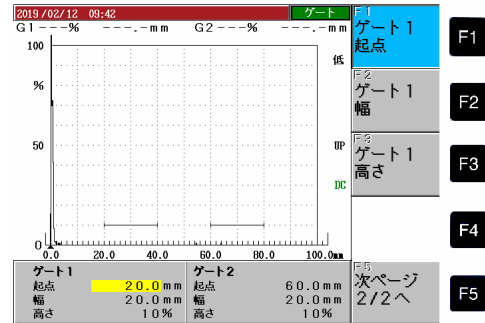

図2 ゲートの調整
(1) ゲートの調整
- ①初期画面は、ゲート1(黄色)とゲート2(紫)が表示されており、^{ゲート1} **3サ** キーを押すとゲート1を、^{ゲート2} **6ハ** キーを押すとゲート2を調整することができる。
- ②ゲートの高さや位置を変えるには、例えば、^{ゲート1} **3サ** キーを押すとゲート1の調整項目が右側に表示される。ゲート1の起点は **F1** を、幅は **F2** を、高さは **F3** を押して **↑** **↓** キーで変更することができる。(図2参照)